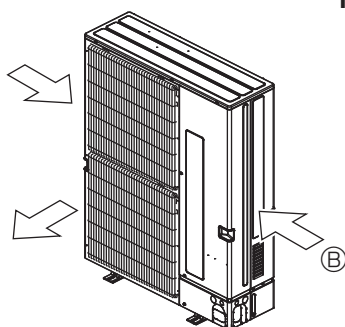

Fig. 2-4
- ③ Placer l'appareil de sorte que la sortie d'air souffle dans la direction perpendiculaire à celle des vents saisonniers, si celle-ci est connue. (Fig. 2-4)
④ Dispositif de protection contre le vent
⑤ Sens du vent